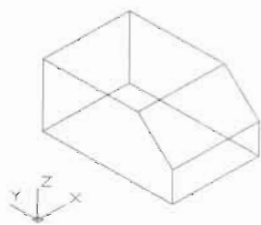

图 12-13
(1) 根据原始文件路径打开图形, 如图 12-13 所示, 这个实体模型与坐标图标有一定的距离。
(2) 在命令提示行输入 Ucs 命令并回车, 然后移动坐标原点, 将坐标原点定位于实体模型上, 命令执行过程如下。